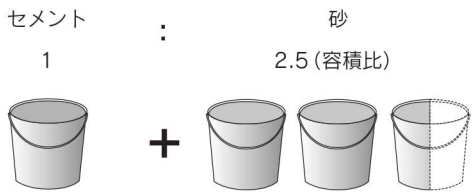

図3-1-2 目地モルタル・充てんモルタルの現場練り
- 目地モルタル、充てんモルタルの調合は、(表3-1-1)が標準です。(図3-1-2)を参照してください。